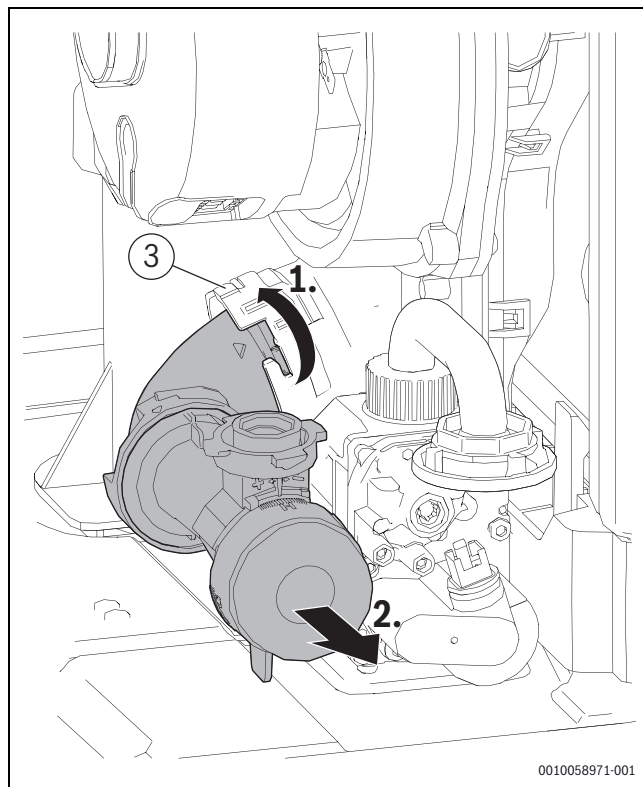

Bild 82 Einstelldüse ausbauen
- ▶ Einstelldüse wieder am Venturirohr [3] befestigen. (→Bild 82, Seite 65).